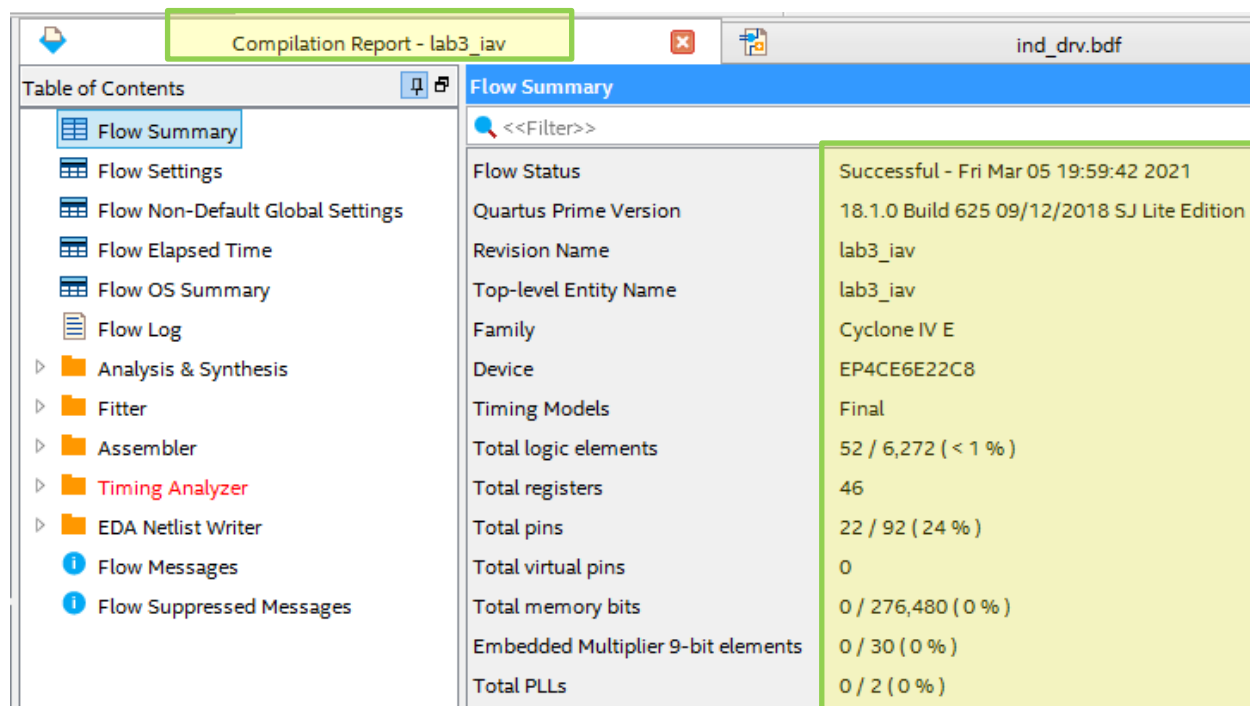

Рис. 56 Окно **Compilation Report** с результатами полной компиляции
**Processing->Start Compilation.** Запустится компиляция, результаты которой можно наблюдать в окне **Compilation Report** (рис. 56). В окне отображаются основные параметры проекта и затраченные на его реализацию ресурсы микросхемы (количество логических элементов и использованных в них триггеров, количество выводов микросхемы, количество встроенных блоков памяти, умножителей и PLL).